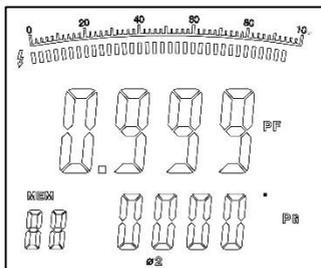

Figure 19
Le double écran montre la valeur du facteur de puissance PF monophasé et l'angle de phase PG. Ensuite appuyez sur SEL à nouveau pour sélectionner la deuxième phase, voir la figure 19.
- Appuyez sur SEL pour sélectionner la deuxième phase, voir la figure 19.